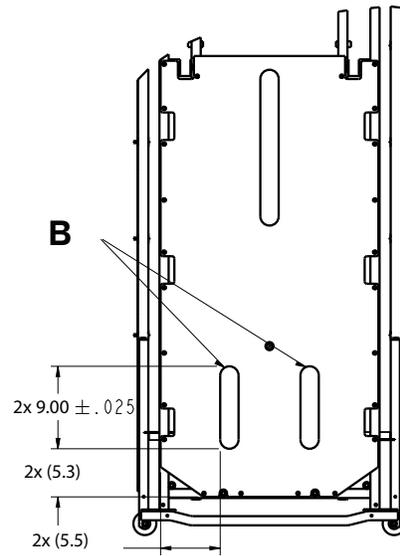

Figure 2 – Mettre le Velcro en place sur le côté pieds
9. Répéter les étapes 1 à 8 pour remplacer le **Velcro** (B) du côté pieds (Figure 2).